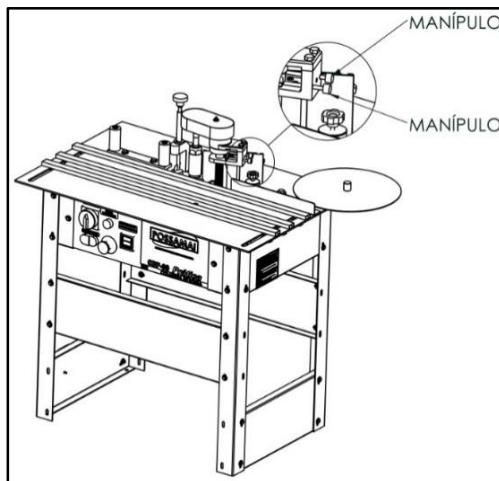

Figura 10: REGULAGEM PELÍCULA DE COLA
- Sem as devidas proteções previstas, eliminar as mesmas ou partes dela (ver figura 10).
Proceda da seguinte maneira (Ver figura 10).